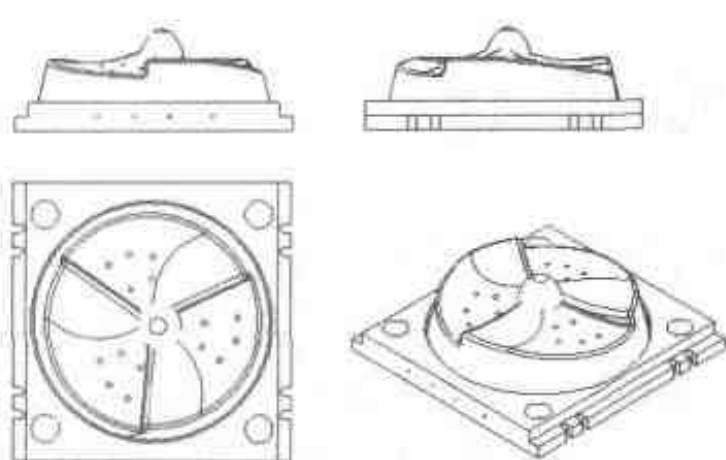
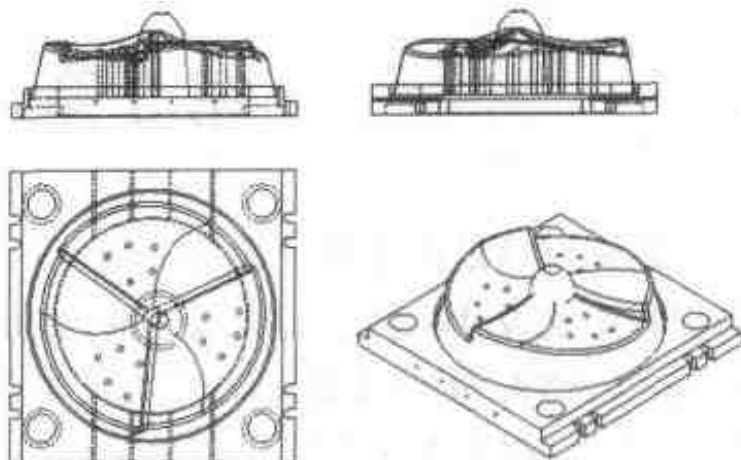

图 2.162 调整布局图的视图位置
图 2.163 生成含有隐藏线的视图
- (2) 在布局图环境中生成 4 个视图，按下 Shift 键选择 4 个视图，右击视图，选择【取消对齐】命令，调整视图的最终位置如图 2.162 所示。如果再右击主、俯、左 3 个视图，选择【属性】命令，在弹出的【视图属性】对话框中选择【显示全部】，可以生成如图 2.163 所示含有隐藏线的视图。